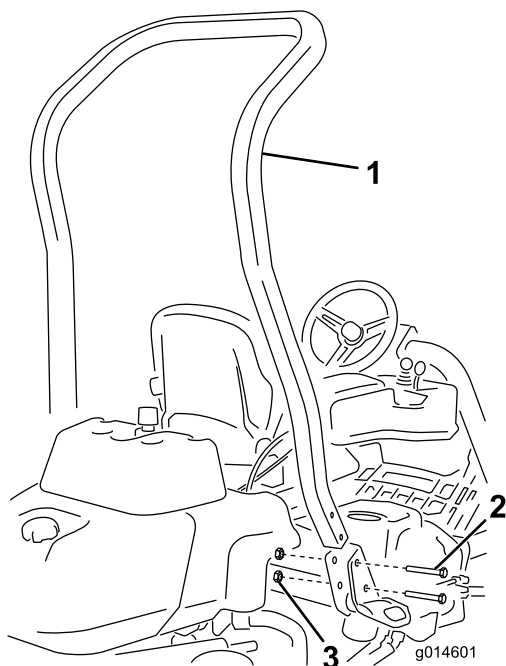

Figure 3
3. Montez l'arceau de sécurité dans les logements prévus de chaque côté de la machine au moyen de 4 boulons (1/2 x 3-3/4") et 4 écrous à embase (1/2"), comme montré à la Figure 3.